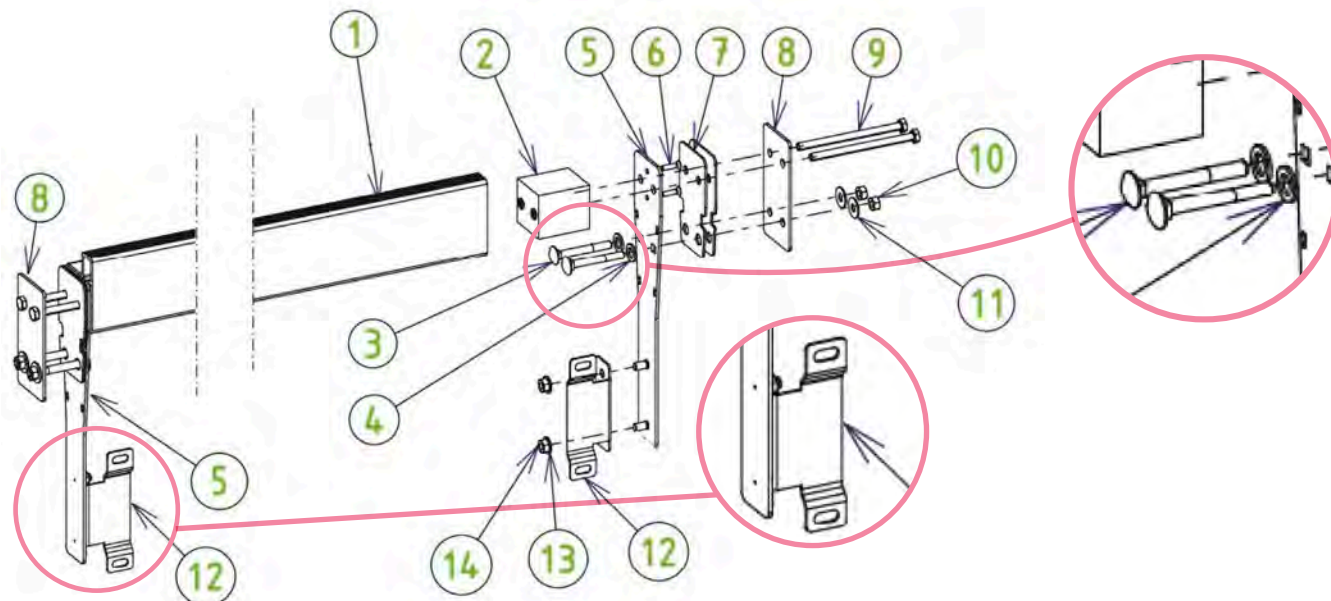

Figure 42 - Assemblage et montage de la poutre
Les étapes de montage de la poutre sont illustrées à la *Figure 42*. La visserie nécessaire à ce montage se trouve dans le sachet y. Sur cette figure, la paroi de bois est située entre les pièces 7 et 8, et le liner est situé entre les deux joints (7) en caoutchouc.
- Collez les deux joints auto-adhésifs restants (7) sur les platines (5), du côté opposé aux petites tiges filetées (les deux autres joints ont été collés sur le bois, avant la pose du liner). Alignez bien les trous des joints (7) avec ceux des platines (5).
- Fixez les platines (5) aux contre-platines (8) : les platines (5) se situent à l'intérieur du bassin avec leur joint au contact du liner, et les contre-platines (8) se trouvent à l'extérieur du bassin. Utilisez pour cela les perçages du bas effectués au paragraphe 9.2.
- Réalisez cet assemblage par l'intérieur du bassin à l'aide de quatre vis à tête bombée à collet carré 8 x 70 en inox a4 (3) munies de rondelles de joint en caoutchouc de diamètre 8 mm (4), sur lesquelles vous insérerez à l'extérieur du bassin des rondelles (11) et des écrous (10) de diamètre 8 mm en inox a4.
- Les perçages du haut dans la paroi bois réalisés au paragraphe 9.2 Doivent être alignés avec les trous de diamètre 8 mm restants dans les platines (5) et les contre-platines (8).
Pour finir, fixez la paroi de séparation sur les équerres (pièce 12 de la **Figure 42** grâce à quatre vis (7) à tête poêlier 8 x 16, quatre rondelles et quatre écrous de diamètre 8 mm en inox a4.